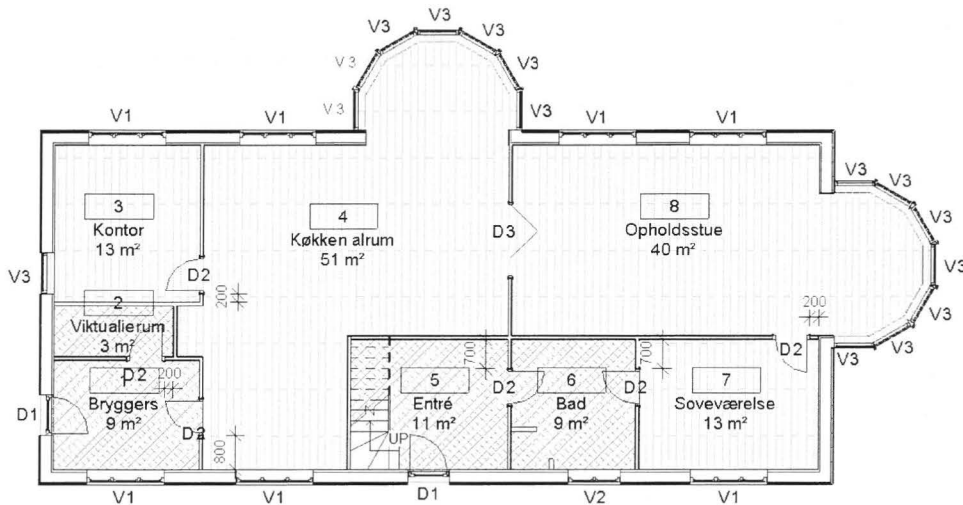

Fig. 11.07. *Room Tags* i Stueplan.
- Lav navn og nummer om på alle rum så de ser ud som på (Fig. 11.07).
- Indsæt et *Room Tag* i den del af rummet der nu mangler (Fig. 11.07).